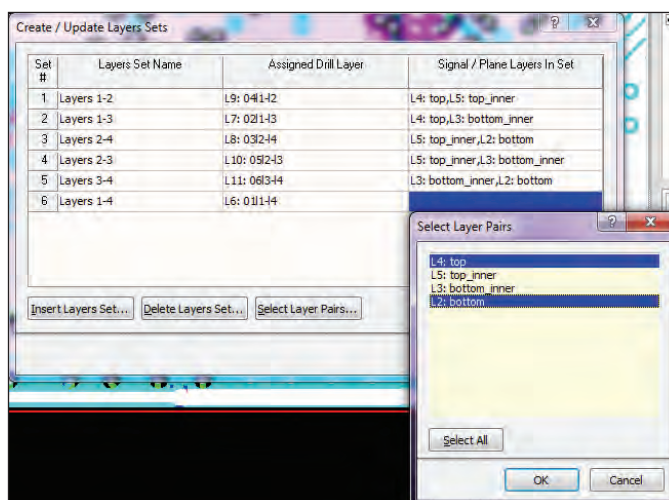

Рис. 12. Установка наборов сверления
Для каждой такой группы существует отдельный файл сверления. Данные файлы зачастую не содержат информации о слоях. В таких случаях для восстановления правильной модели платы эту информацию нужно задавать вручную. В AD это происходит путем определения наборов сверловки, то есть настройки соответствия между файлом сверления и слоями. Для настройки таких наборов предназначена команда **Tables>Layers Sets**. В результате ее выбора откроется окно *Create / Update Layers Sets* (рис. 12). Оно отображает таблицу, каждая строка которой предназначена для определения отдельного набора сверловки. В графе *Layers Set Name* отображается имя набора, в графе *Assigned Drill Layer* — имя соответствующего файла сверления, в графе *Signal / Plane Layers In Set* — соответствующие слои. Если команда **Tables>Layers Sets** для текущего CAM-документа выполняется впервые, то таблица откроется пустой. Для каждого набора нужно:
*Layer Pairs* выбрать соответствующие слои (см. рис. 12), можно также воспользоваться кнопкой *Select Layer Pairs*.
При выборе слоев вовсе не обязательно выбирать все слои, через которые проходят отверстия текущего набора сверловки, достаточно выбрать крайние слои (см. рис. 12, на нем показан выбор крайних слоев для сквозных отверстий). Для определения нового набора сверловки нужно нажать кнопку *Insert Layers Set*, для удаления существующего — *Delete Layers Set*.